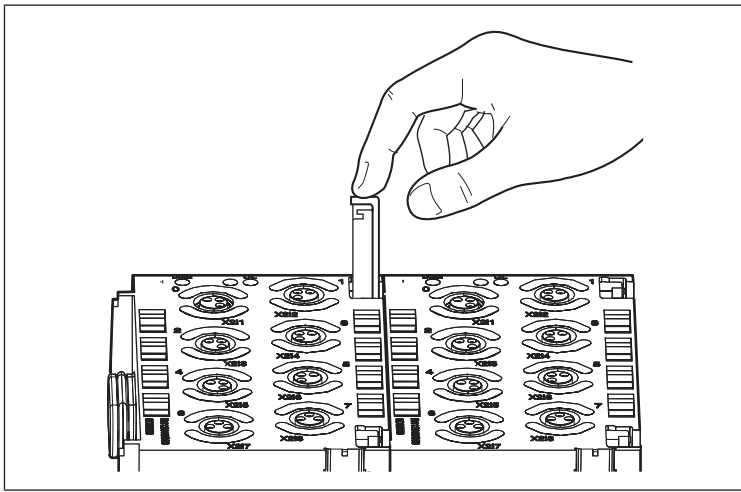

Fig. 11: Pressione dell'elemento di fissaggio a molla
5. Spingere i due elementi di fissaggio a molla verso il basso fino alla battuta (vedere Fig. 11: Pressione dell'elemento di fissaggio a molla). Il modulo è ora collegato all'unità.